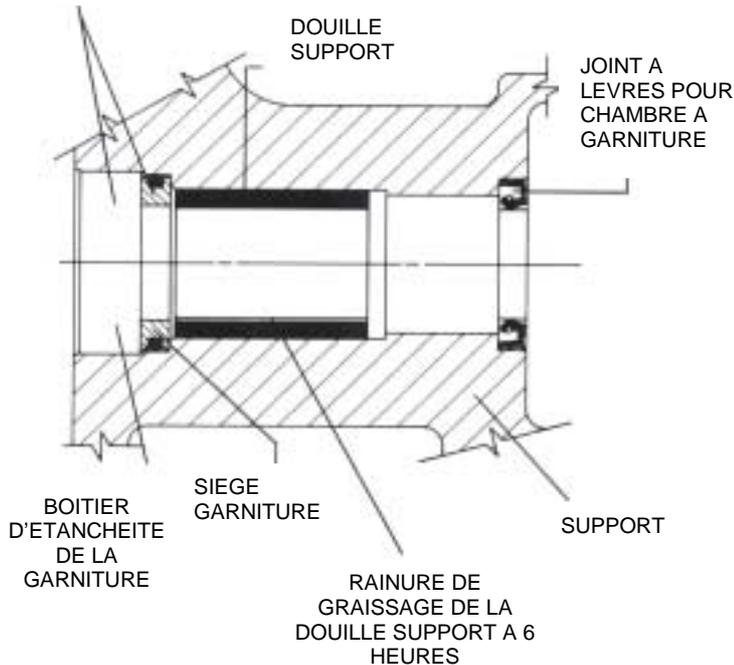

FIGURE 9
5. Amorcez le siège de garniture dans le boîtier d'étanchéité, voir Figure 9. S'il est nécessaire d'appliquer de la force, protégez la surface de la garniture à l'aide d'un disque de carton propre et enfoncez-la en place avec un morceau de bois.